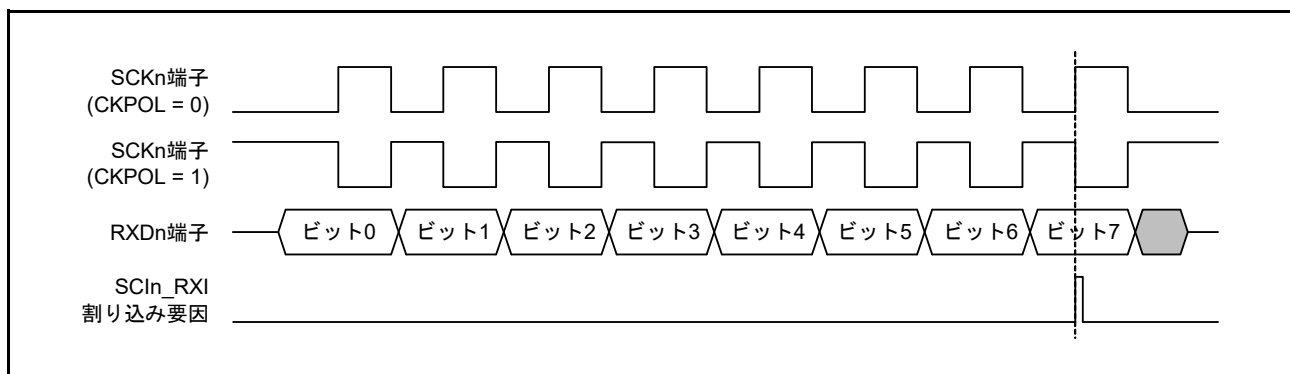

図 29.79 簡易 SPI モードにおける SCIn_RXI 割り込みの発生タイミング (クロック遅れあり)
(1) マスタモード
- クロック遅れあり (SPMR.CKPH ビット = 1) では、図 29.79 に示すように、SCKn 端子の最終クロックエッジ手前のクロックエッジで受信データフル割り込み (SCIn_RXI) が発生します。SCR.TE ビットと SCR.RE ビットを SCKn 端子の最終クロックエッジより前に 0 にすると、SCKn 端子出力がハイインピーダンスとなり、送受信クロックの最後のクロックパルス幅が短くなります。また、SCIn_RXI 割り込みの発生によって、SCKn 端子の最終クロックエッジより前に接続先スレーブの SSn 端子入力信号が High になった場合、スレーブが誤動作する可能性があります